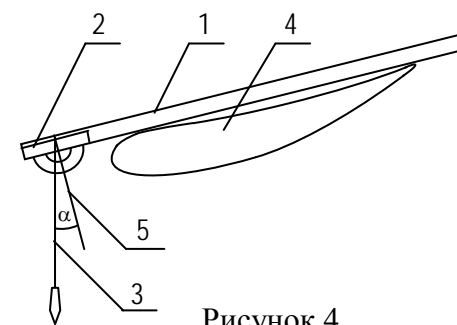

Рисунок 4
- При отсутствии электронного угломера рекомендуется использовать специальное приспособление (рис. 4). Для этого совместить рейку (1) с прикрепленными к ней транспортиром (2) и отвесом (3), с хордой профиля на внешней кромке лопасти (4), далее повернуть лопасть относительно ступицы до совпадения угла между отметкой 90° на транспортире (5) и отвесом (3) с выбранным значением угла атаки;